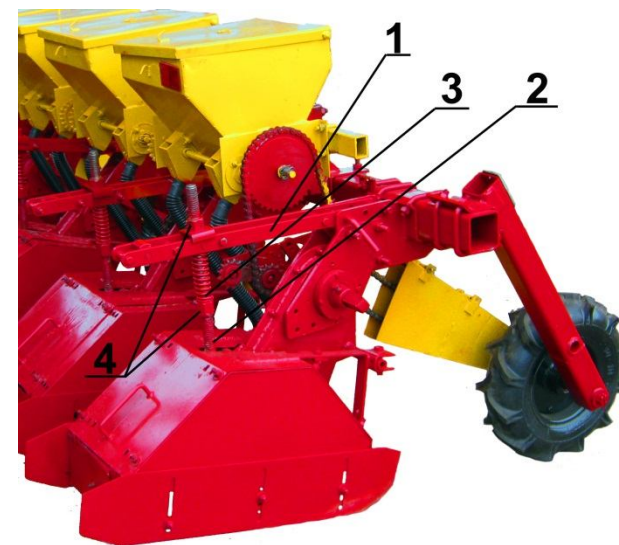

Рисунок 2 – Механизм навески рабочих органов
3.6 Треугольный механизм навески секций рабочих органов (рис.2), состоящий из неподвижной тяги 1 и винта 2 с пружиной 3, обеспечивает копировку рельефа поля и поддерживает постоянную глубину обработки почвы. Также при помощи винта 2 осуществляется регулировка культиватора на требуемую глубину обработки.
4.1.8 При помощи винтов 2 (рис.2) с гайками 4 установите требуемую глубину обработки. При этом неравномерность рабочей глубины должна быть не более 15%.